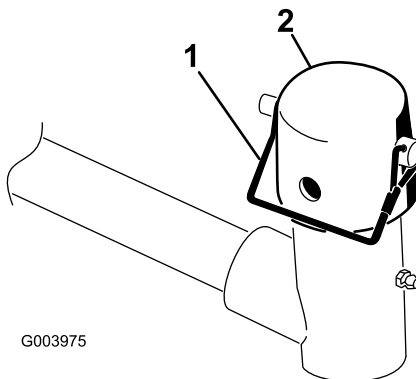

**Figura 5**
2. Desenchufe el puente de desconexión de la batería del sistema de 48 VCC (Figura 5).